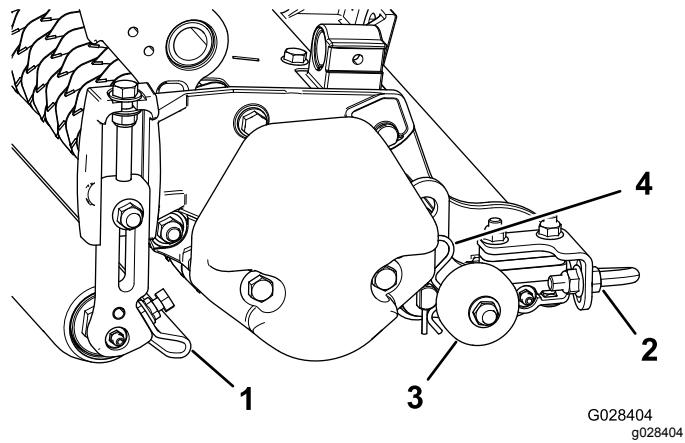

Figure 12
- Desserrez les écrous à embase qui fixent les racloirs de rouleaux (Figure 12).
Avant d'abaisser les verticutters au sol ou de les déposer du groupe de déplacement, abaissez les rouleaux de transport (Figure 12) pour ne pas endommager les lames au contact de la surface dure.